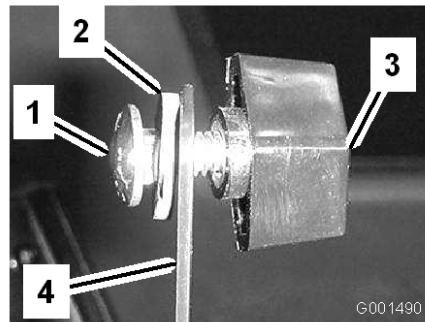

Figura 6
- Montate, senza serrarli, i due bulloni a testa tonda, le rondelle elastiche e le manopole sulla staffa, come illustrato nelle Figure Figura 5 e Figura 6.